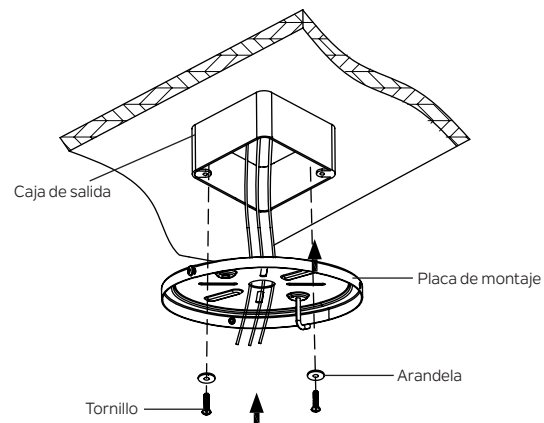

Figura 4
**Paso 1.** Antes de conectar el ventilador a la caja de salida (no incluida), asegúrese de que la caja de salida esté bien sujeta a al menos dos puntos de un miembro estructural del techo (una caja suelta hará que el ventilador oscile). Pase los cables de suministro de 120 voltios desde la caja de salida a través del centro de la placa de montaje. Instale la placa de montaje en la caja de salida en el techo usando los tornillos y las arandelas incluidos con la caja de salida. (Figura 4)